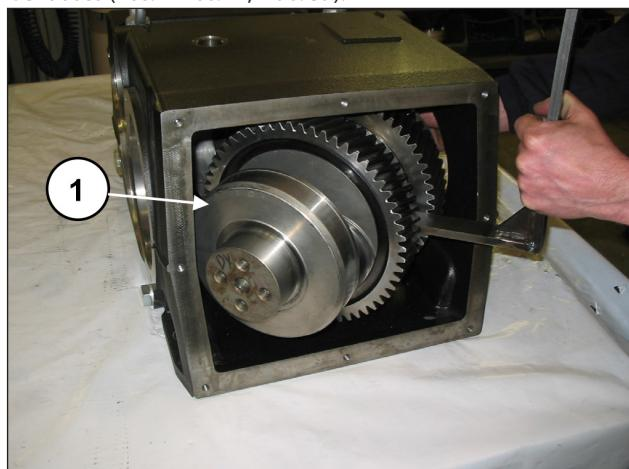

Abb. 39
Entnehmen Sie die Kurbelwelle von der Rückseite des Gehäuses (Pos. ① Pos. ①, Abb. 39).